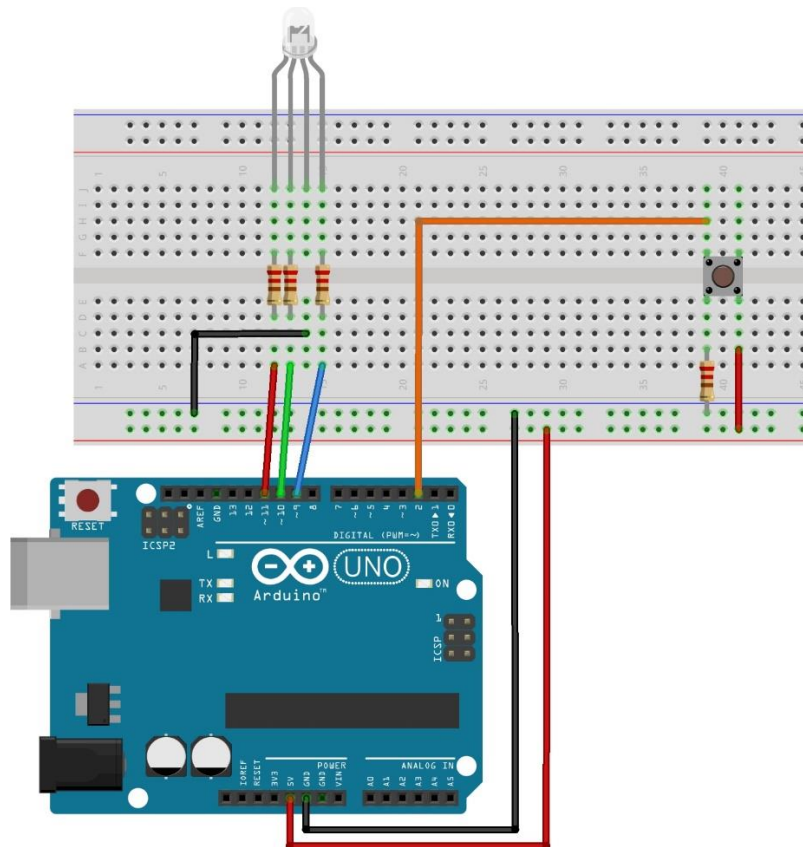

Рисунок 7.2 – Схема для изменения цвета RGB-светодиода без использования прерываний
3. При использовании механизма прерываний принципиальная схема устройства не меняется (рисунок 7.2), но скетч принимает вид: